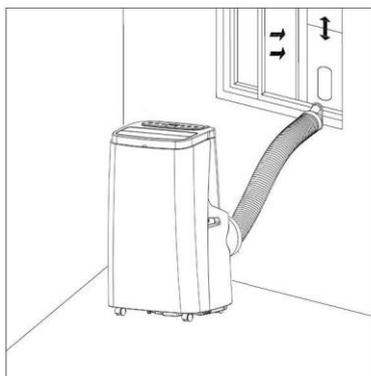

Figure 4
- Allonger le tuyau de refolement et mettre l'extrémité du « bec de canard » dans la partie elliptique du kit fenêtre comme le montre la figure 4 et 5